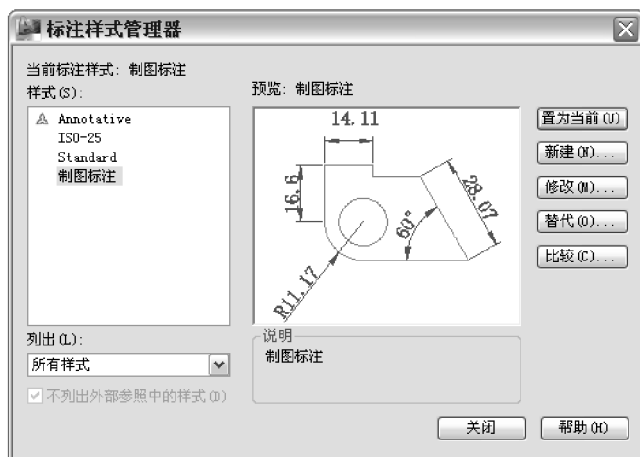

图 8-49 设置后【标注样式管理器】
10) 单击【确定】完成设置，返回【标注样式管理器】对话框，接着单击【置为当前】按钮，结果如图 8-49 所示。